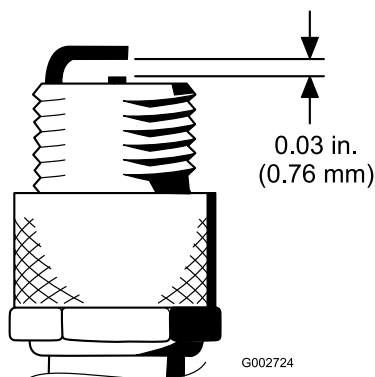

Figura 29
4. Ajuste a folga existente entre a zona central e lateral do eletrodo para 0,76 mm, como se mostra na Figura 29.